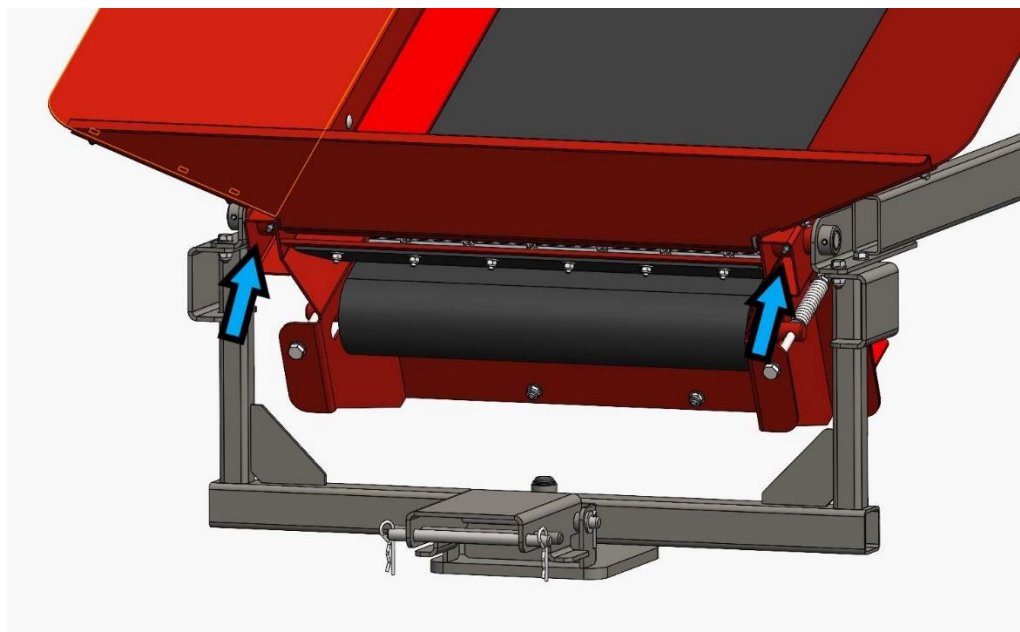

Рис. 9.
1. Штифты нижнего ролика (2 шт. на рис. 9).